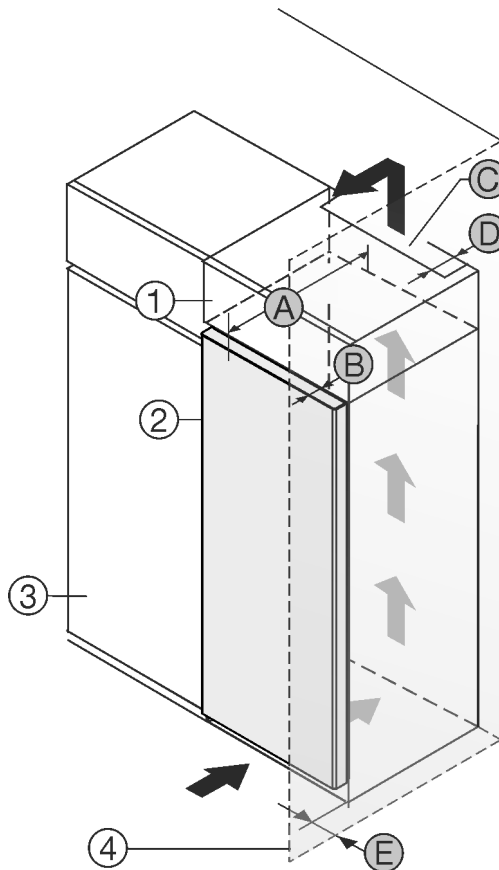

Fig. 1
Te saate seadme vahetult köögikapi Fig. 1 (3) kõrval üles panna.*
Pealiskapi tagaküljel peab olema vähemalt sügavusega Fig. 1 (D) kogu pealiskapi laiune heitõhušaht.*
Ruumi lae all tuleb ventilatsiooniristlõikest Fig. 1 (C) kinni pidada.*
Kui panete seadme šarniiridega seina Fig. 1 (4) kõrvale üles, siis peab olema seadme ja seina vahekaugus vähemalt 13 mm.*
Võimaldamaks ust täielikult avada, peab seade vähemalt ukse sügavuse Fig. 1 (B) võrra köögikapi esiseinast ettepoole ulatuma. Köögikappide Fig. 1 (3) sügavusest ja seina-vahehooldikute kasutamisest sõltuvalt võib seade rohkem välja ulatuda.*